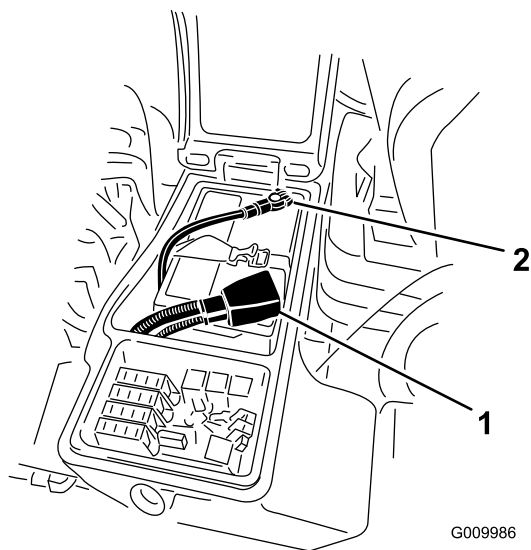

図 66
- バッテリーのマイナス-端子からマイナスケーブル黒を外し、次に、プラス+端子からプラスケーブル赤を外す 図 66。
6. 赤いケーブルをバッテリーの端子に、黒いケーブルはバッテリーの端子に固定する 図 66